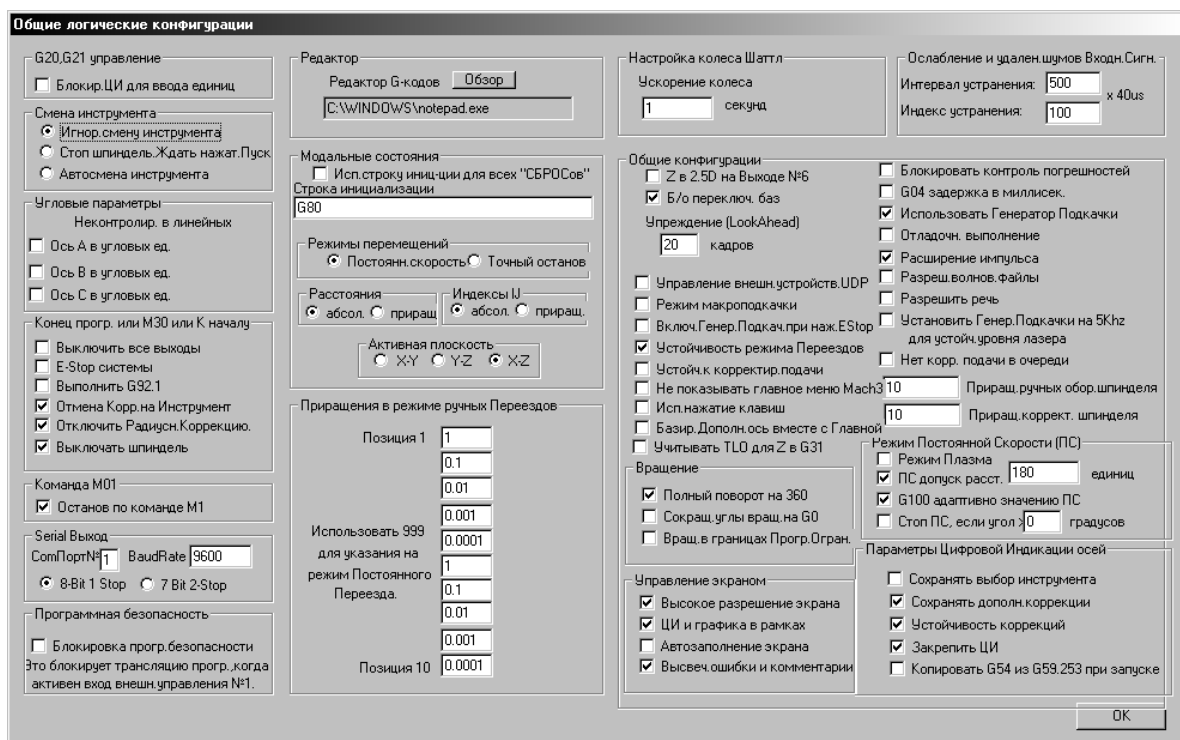

Рис. 32. Окно **Общие конфигурации**.
8. Зайти в меню **Конфигурации – Общие конфигурации** (Рис. 32). Установить параметры согласно рисунку.